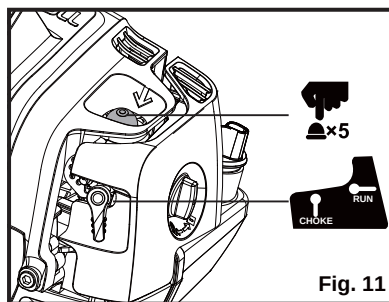

Fig. 11
- Mueva la palanca de ahogue hacia la posición CHOKE (Fig. 11).